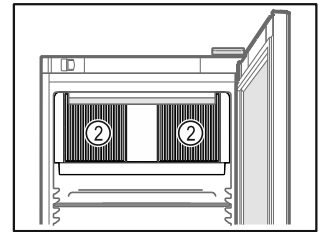

Fig. 62
- Mbani të lira kanalet e ajrimit Fig. 62 (2) të ventilatorit të qarkullimit të ajrit në hapësirën e brendshme.